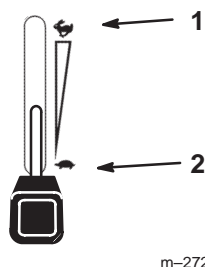

Figure 13
5. Placez la manette d'accélérateur en position de Régime maximum pour démarrer à froid (Fig 13).
1. Désengagez la PDF (Fig. 13).
2. Réglez la manette d'accélérateur à mi-course entre les positions de ralenti et de régime maximum (Fig. 13).